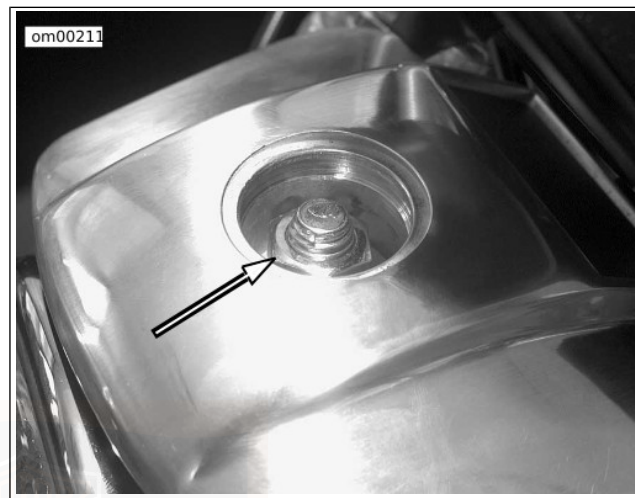

Figura 42. Dado di blocco del faro anteriore: modelli Sportster
2. Vedere Figura 42. Allentare il dado di blocco del faro anteriore.